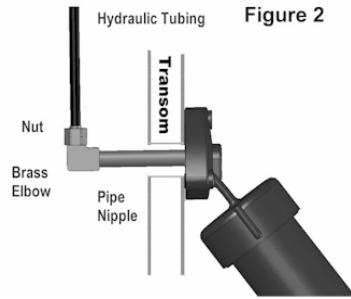

Figure 2
1. Sullo specchio di poppa, con le piastre in posizione completamente alzata, individuare la tubazione idraulica e scollegarla dal raccordo a gomito in ottone (vi sarà fuoriuscita di liquido). Tenendo fermo il tubetto filettato in ottone, svitare il raccordo a gomito utilizzando una chiave da 9/16". Ripetere l'operazione per tutti i cilindri (vedi Fig.2). Se non ci sono tubetti filettati visibili dentro lo specchio di poppa significa che c'è **una connessione corta** (vedi Fig. 3), passare alla fase 2.